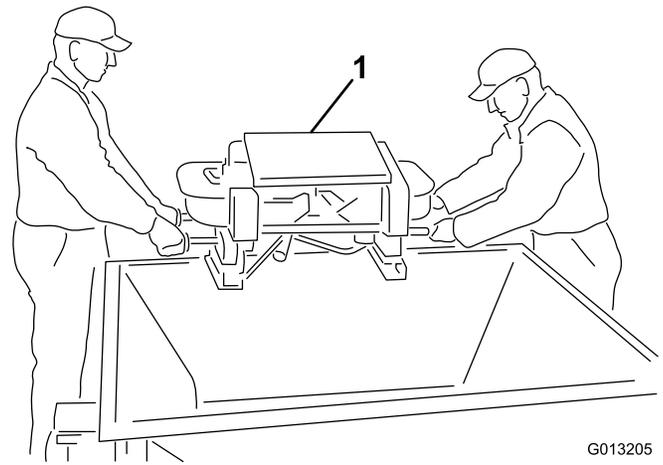

图 5
4. 使用双甩盘外部的握柄将双甩盘从料斗中提出并放到地面上图 5